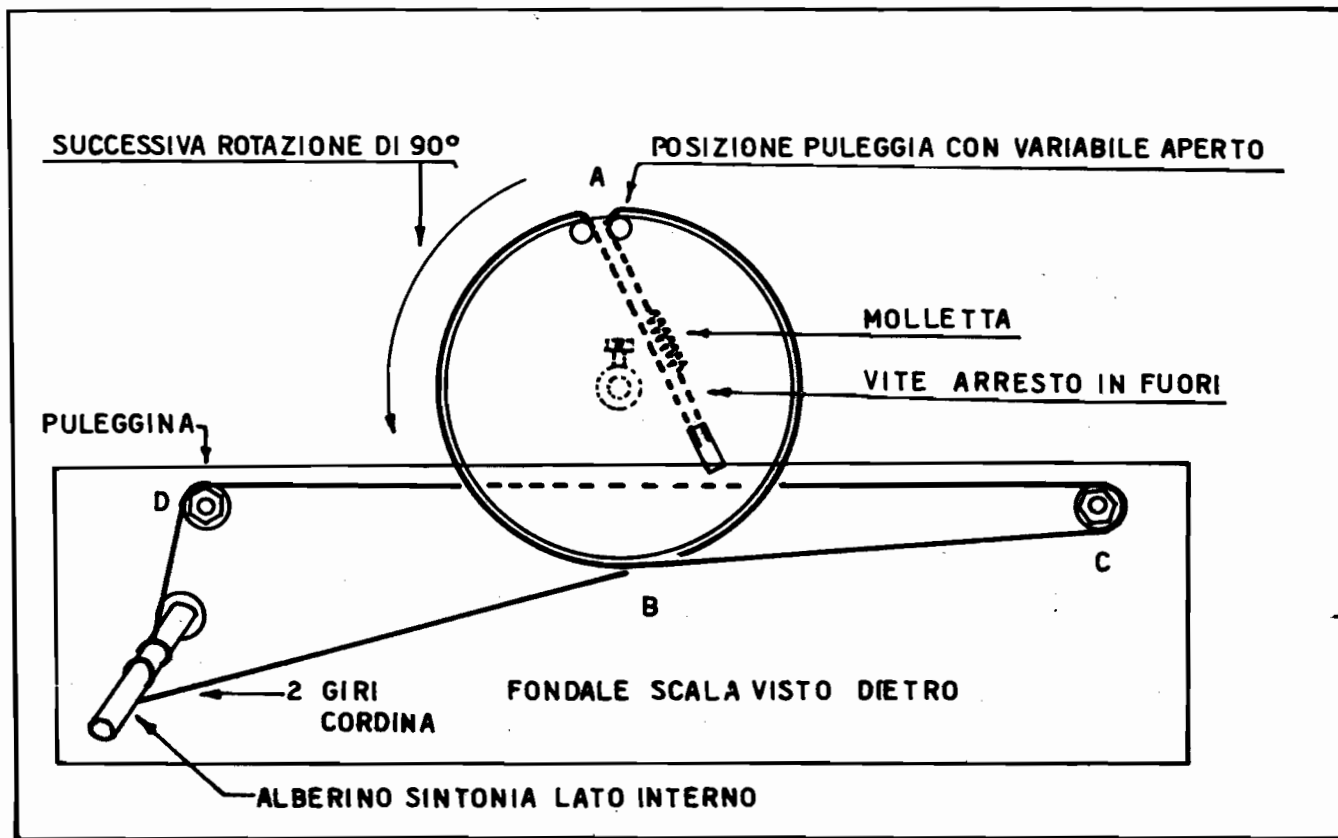

Fig. 7
Veda la fig.7, che rappresenta schematicamente il percorso della cordina.
e) - far passare la cordina fra i due perni sulla periferia della puleggia e, infilandola nel solco della medesima, avvolgerla sulla puleggia vicino al potenziometro (tratto A-B-C - fig.7) -
f) - passando sopra la puleggina, tendere la cordina ed avvolgerla sull'altra puleggina (tratto C-D fig.7) -